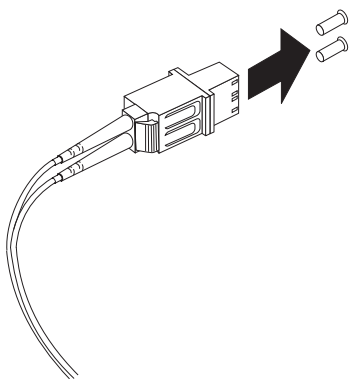

Figura 3-18. Removendo as Tampas de Proteção do Adaptador de Cabo LC-SC
3. Remova as duas capas protetoras da extremidade do conector LC do adaptador de cabo LC-SC, conforme mostrado em Figura 3-18 na página 3-14. Guarde as tampas protetoras para uso futuro.